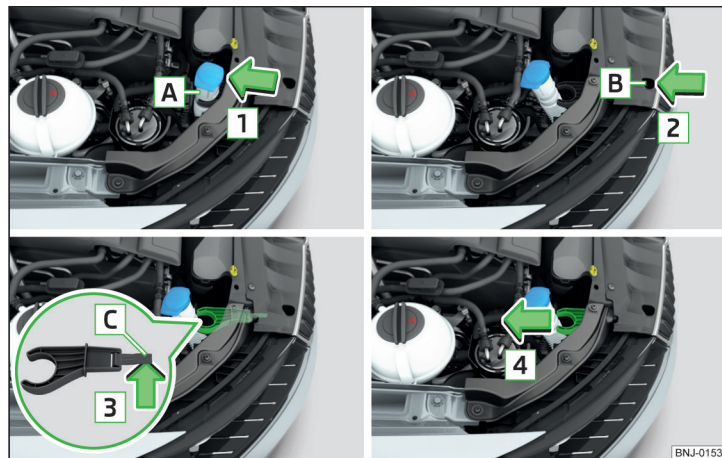

Fig. 207 Rimozione del supporto del manicotto del serbatoio acqua di lavaggio
- Allentare il manicotto del serbatoio [A] dal supporto in direzione della freccia 1 » fig. 207.
- Inserire il supporto del manicotto del serbatoio nel senso opposto a quello indicato dalla freccia 4 » fig. 207.